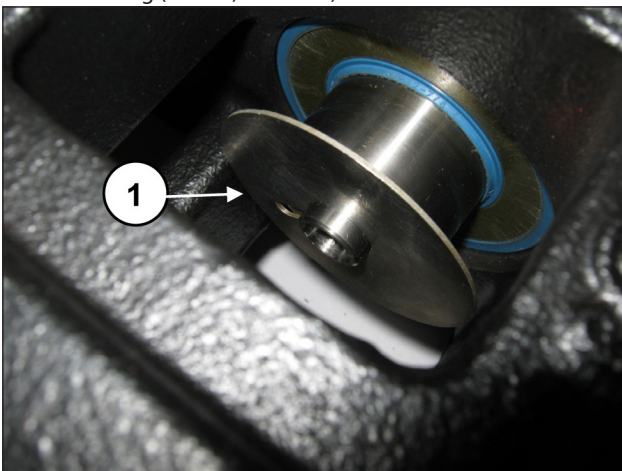

Abb. 182
Montieren Sie den Spritzschutzringe in die Aufnahme an der Kolbenführung (Pos. ①, Abb. 182).